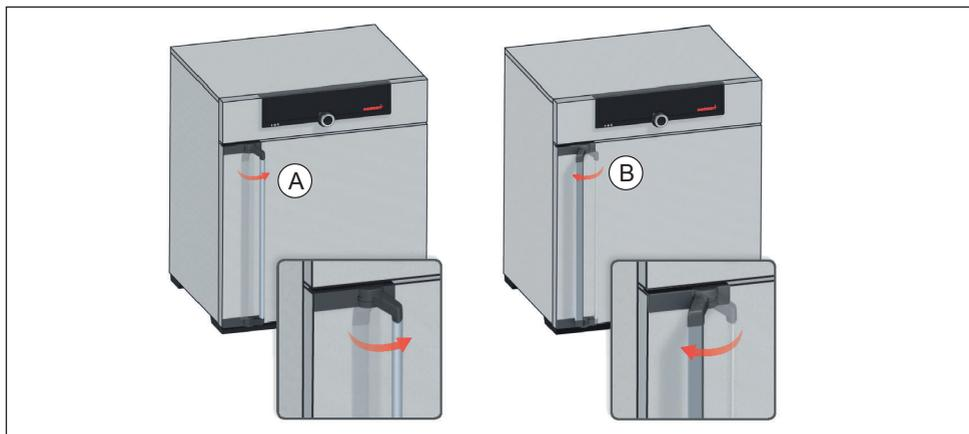

Fig. 11 Aprire e chiudere la porta
- ▶ Per aprire la porta tirare la maniglia lateralmente (a seconda del modello verso destra o verso sinistra, Fig. 11, A) e aprire completamente la porta.
- ▶ Per chiudere la porta, spingerla e ruotare la maniglia lateralmente (B).